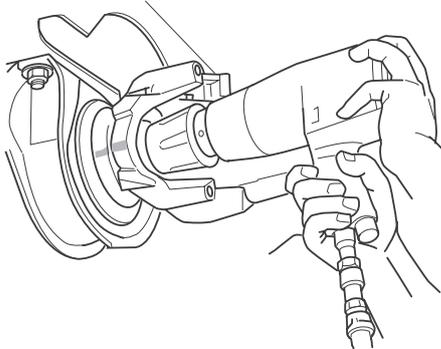

Figura 9.5
1. Remova a porca do garfo do eixo de acoplamento. Descarte a porca. Inspeção a arruela do garfo. Você pode reutilizar a arruela, caso não esteja danificada. Figura 9.5.